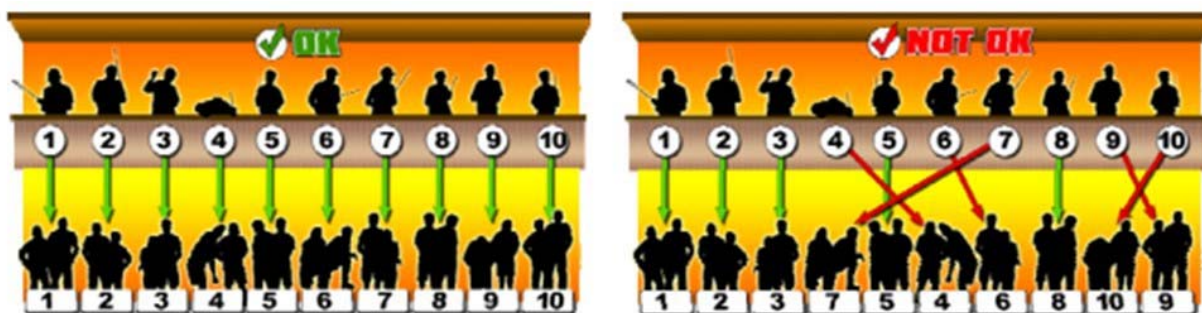

Figura 4: Disposizione dei Meccanici e dei Piloti nel palco
- 12.06.03.06** Prima della partenza della Finale, per ciascuna categoria, verrà eseguita la foto e la presentazione al pubblico dei Piloti finalisti da parte del Direttore di Gara. Durante la chiamata, il Pilota, dovrà salire sul palco e scegliersi il posto di maggiore preferenza per la sua guida. Successivamente, i Meccanici (o Meccanico) ad esso associati, dovranno occupare, ove possibile, la casella della corsia dei box di rifornimento corrispondente e situata sotto al Pilota. Per una maggiore chiarezza di esposizione si faccia riferimento alla Figura 4